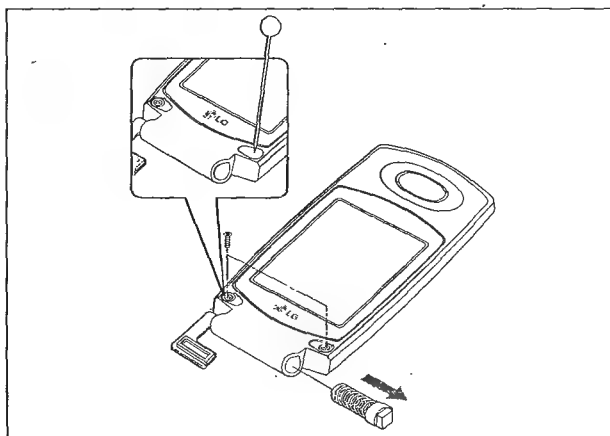

Рис. 2.13
- снимают петлю с крышки, затем выкручивают винты (рис. 2.13);